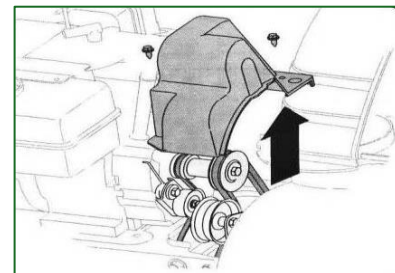

Abbildung 19
- ▶ Die Schnecke ist mit zwei Scherstiften und Splinten an der Spiralwelle befestigt. Sollte die Schnecke auf einen Fremdkörper oder einen Eisstau treffen, ist die Schneefräse so konstruiert, dass die Stifte abreißen können. Siehe Abbildung 19.